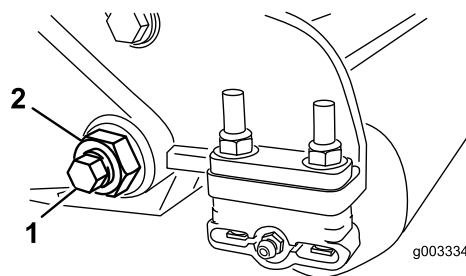

Bild 30
3. Lösen Sie an jeder Seite der Maschine die Sicherungsmutter, mit der die Schraube des Untermesserträgers befestigt ist (Bild 30).
4. Nehmen Sie jede Schraube des Untermesserträgers ab, damit der Untermesserträger nach unten gezogen und von der Maschine entfernt werden kann (Bild 30).